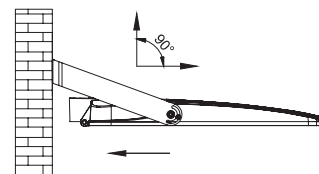

Figure 4
4. Montez le support de l'étrier au mur et serrez toutes les vis pour le fixer au mur. Connectez les fils d'entrée CA du luminaire aux fils de la boîte de connexion avec des connecteurs. L à L (noir), N à N (blanc), PE à PE (vert). Assurez-vous que le joint de la boîte de connexion est étanche. Remarque : l'angle d'ajustement se situe entre 0 et 90°. (Figure 4)